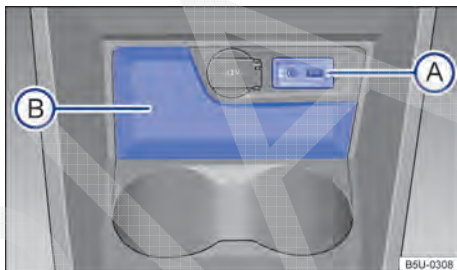

Fig. 78 No console central dianteiro: porta-objetos.
No console central dianteiro, existe um porta-objetos aberto → Fig. 78 (B).